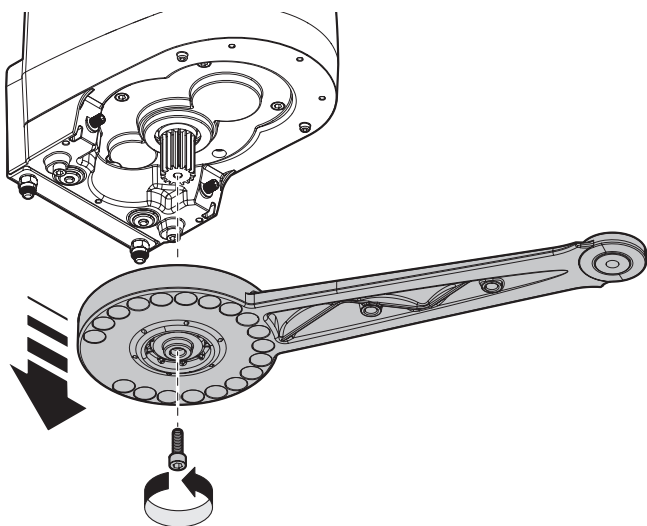

Abb. 14
03. Die Schraube des Motorarms lösen und wie auf **Abb. 14** gezeigt herausziehen;